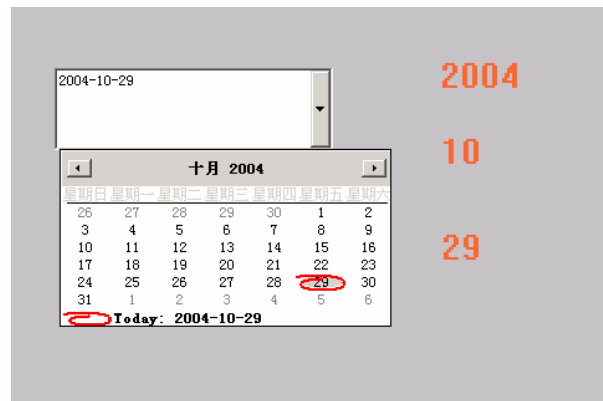

图 7-9 运行中的日历控件画面
7、单击“文件”菜单中的“切换到 VIEW”命令，进入运行系统。运行此画面，如图 7-9 所示：